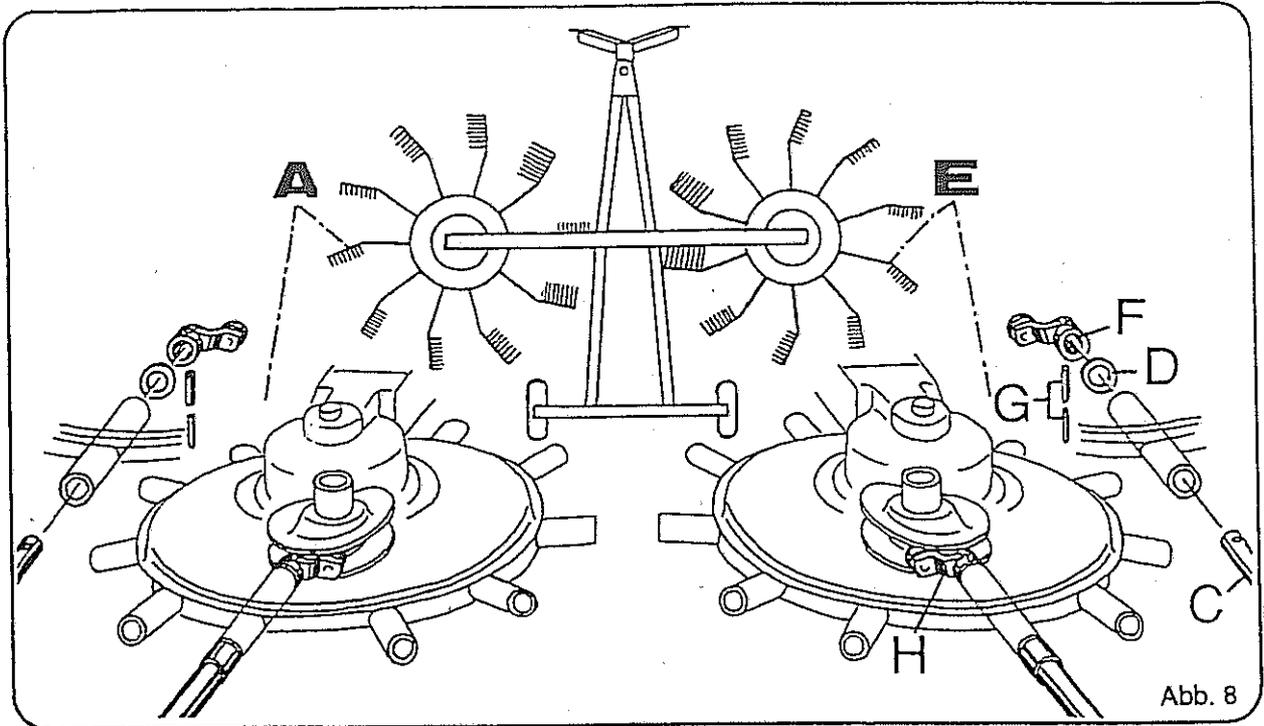

Abb. 8
Zinkenarmmontage für rechten Kreisell (Abb. 8, Pos. E):
- Zinkenarm, rechts (Abb. 8, Pos. C) in eine der Einstecköffnungen des rechten Kreisels schieben (noch nicht bis zum Anschlag).
- Führungshebel, rechts (Abb. 8, Pos. F) so ansetzen, daß die Laufrolle in der Kurvenbahn läuft (Abb. 8, Pos. H). Auf entgegengesetzte Drehrichtung der Kreisell ist zu achten.
- Eine Stützscheibe mit den Maßen 45/56 x 3 (Abb. 8, Pos. D) zwischen den Führungshebel und das Lagerrohr halten und den Zinkenarm weiter in die Bohrung des Führungshebels schieben.
- 2 Spannhülsen mit den Maßen 12 x 65 und 7 x 65 je Zinkenarm (Abb. 8, Pos. G) einschlagen.
Mit den übrigen Zinkenarmen, auch am linken Kreisell (Abb. 8, Pos. A) wird in entsprechender Weise verfahren.